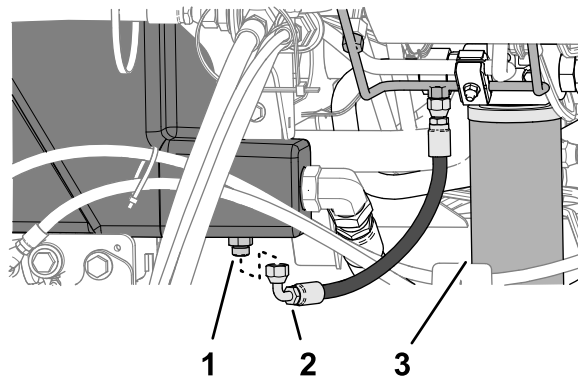

Рисунок 143
2. Поместите большой сливной поддон под прямой штуцер (Рисунок 143) гидравлического бака; см. раздел Проверка уровня гидравлической жидкости \(страница 88\).